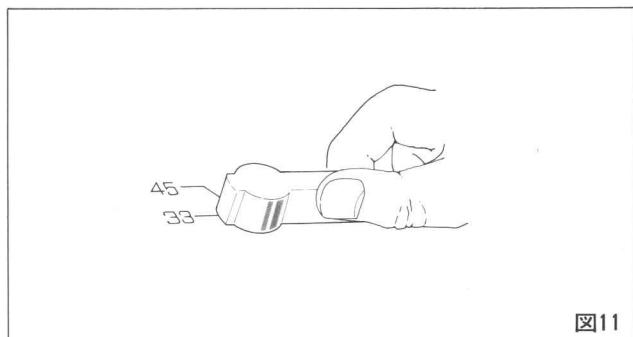

図11
- ① 接続したオーディオアンプのファンクションスイッチをPHONOにします。
- ② 演奏するレコードをターンテーブルに乗せます。レコードが45回転ドーナツ盤の場合は、付属のE Pアダプターをセンターシャフトへセットします。
- ③ PLAYレバーをONにセットしますと電源が入りターンテーブルが回転を始めます。
- ④ スピード切換レバーをレコードの回転数に合わせます。(図11)